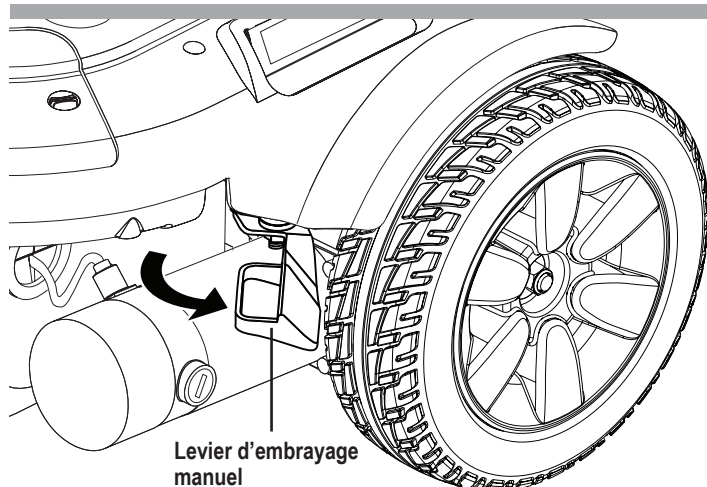

Figure 3. Mode « roues libres » (débrayé)
3. Tirez les deux leviers l'extérieur pour débrayer les moteurs (neutre). **Voir la figure 3.**